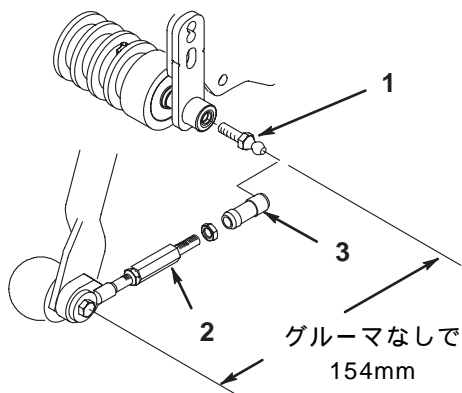

図 13
4. カuttingユニットの前ローラの左右端部にボール・スタッドを取り付ける（図13）。
6. 各ボール・ジョイント・レシーバのスリーブをスライドさせ、カuttingユニットのボール・スタッドに接続する (図 13)。
注：プル・リンク・アセンブリは長さ調整済みです。もし分解した場合には、図 13 の寸法になるように再組み立てしてください。